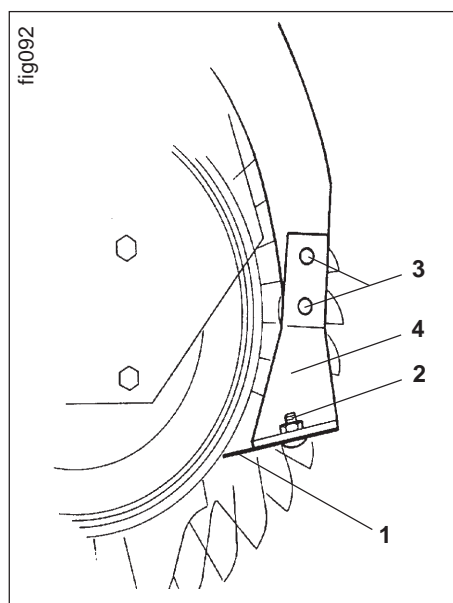

Fig. 11.3
Tiefliegende, verstellbare Abstreifer (Fig. 11.3/1) aus Federstahl verhindern das Verkleben der Walze. Die Abstreifer sind im Werk für leichte und mittlere Böden eingestellt. Bei sehr klebrigen Böden müssen die Abstreifer entsprechend den Bodenverhältnissen verstellt werden (**Scharfstellung**). Die „Scharfstellung“ ist aber nur dann erforderlich, wenn der Erdfilm am Walzenmantel stärker als 2 mm ist.
- Abstreifer (Fig. 11.3/1) zur Anlage an den Walzenmantel bringen und mit den zuvor gelösten Klemmschrauben (Fig. 11.3/2) festziehen. Die Abstreifer (Fig. 11.3/1) dürfen nur leicht gegen den Walzenmantel drücken.
- Alle Klemmschrauben (Fig. 11.3/2) lösen und die Abstreifer (Fig. 11.3/1) bis zum Anschlag im Langloch nach hinten schieben.
- Schrauben (Fig. 11.3/3) lösen und die Abstreiferhalter (Fig. 11.3/4) **entsprechend den Bodenverhältnissen** gleichmäßig nach oben schieben und wieder festziehen.
- Abstreifer (Fig. 11.3/1) zur Anlage an den Walzenmantel bringen und mit der Klemmschraube (Fig. 11.3/2) festziehen. Die Abstreifer (Fig. 11.3/1) dürfen nur leicht gegen den Walzenmantel drücken.